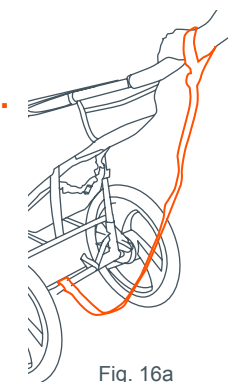
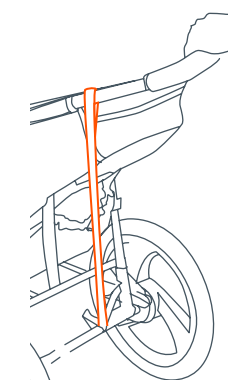

Fig. 16a
Fig. 16b
- **CORREA DE SEGURIDAD PARA LA MUÑECA:** Siempre conecte la correa de seguridad a cualquiera de las muñecas al trotar. Esta correa evitará que el carrito ruede fuera de su alcance en caso de que usted se tropiece mientras corre (Fig. 16a). La correa de seguridad debe permanecer conectada al travesaño del armazón inferior trasero en todo momento. Esta posición tiene como fin evitar que el carrito se incline hacia atrás en caso de que usted se caiga al suelo. La correa de seguridad incluye un accesorio de gancho y arandela para su almacenaje, a la izquierda del carrito, cuando no está en uso (Fig. 16b).